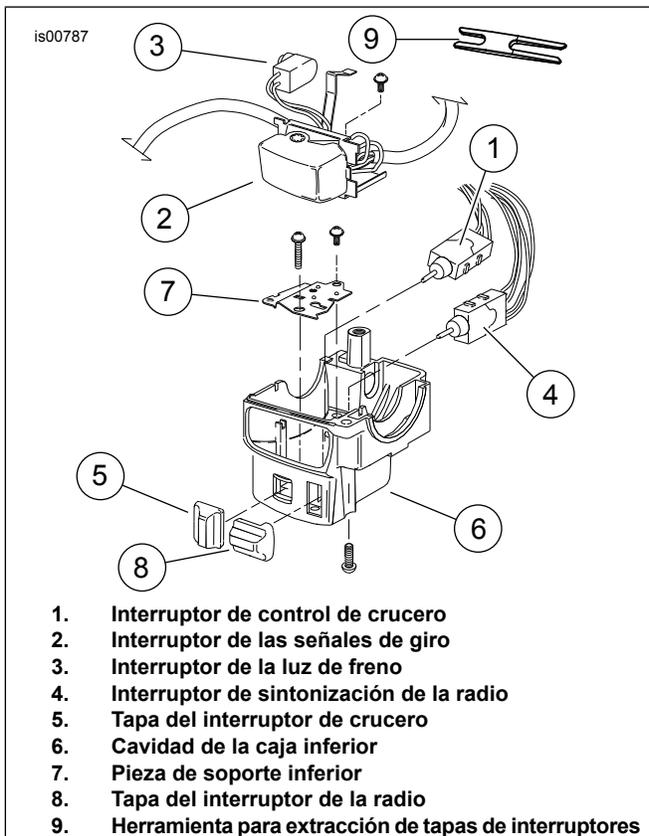

Figura 11. Caja inferior de interruptores del manillar derecho
1. Vea Figura 11. Coloque los interruptores de control de crucero (1) y/o radio (4) dentro de la cavidad de la caja cromada inferior (6). Correctamente instalados, los interruptores descansan en los bloques fundidos dentro de la cavidad inferior. El interruptor de control de crucero queda de lado y funciona en posición horizontal. Compruebe que el eje del interruptor quede alineado para el funcionamiento correcto de la tapa del interruptor.
2. Coloque la pieza de soporte inferior (7) dentro de la caja (tuerca soldada hacia abajo). **En modelos con control de crucero:** El escalón inferior de la pieza de soporte debe estar posicionado sobre el interruptor de control de crucero (1) (orientado horizontalmente). Las ranuras en el escalón superior tienen dos lengüetas en el cuerpo del interruptor de control de la radio (4).
3. Instale el tornillo más largo en el frente de la pieza de soporte inferior (7) y en el saliente con rosca en la caja.